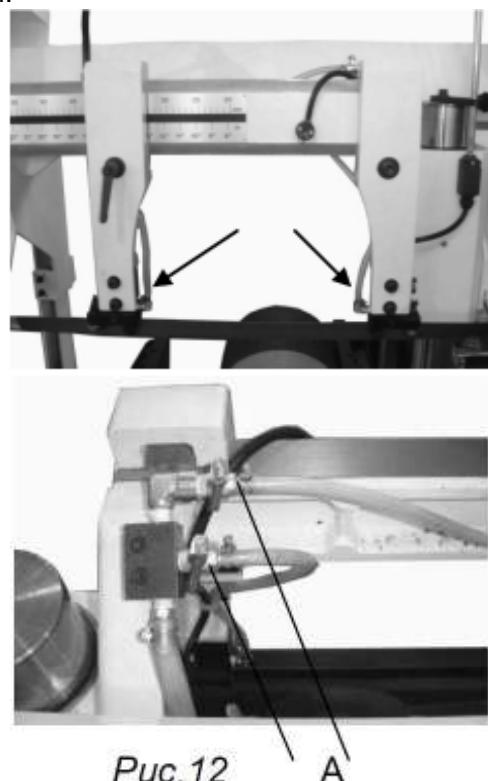

Рис.12
Регулировать объем СОЖ, подаваемой в зону резания можно с помощью крана (A), Рис.12, размещенного на задней стороне пильной рамы.